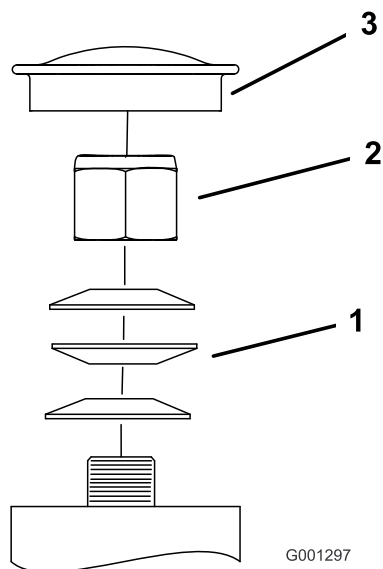
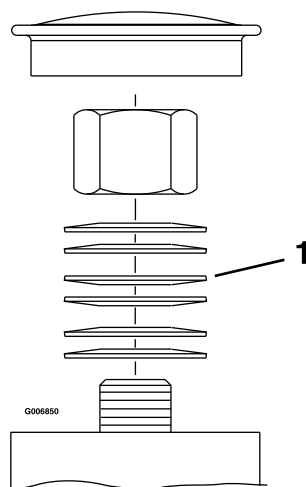

Figure 52
Figure 53
- Retirez le capuchon antipoussière de la roue pivotante et serrez le contre-écrou (Figure 52 et Figure 53).
- Continuez de serrer le contre-écrou jusqu'à ce que les rondelles élastiques soient aplaties, puis desserrez-le de 1/4 de tour pour obtenir la précharge correcte des roulements (Figure 52 et Figure 53).
Important: Veillez à placer les rondelles élastiques comme montré à la Figure 52 et à la Figure 53.